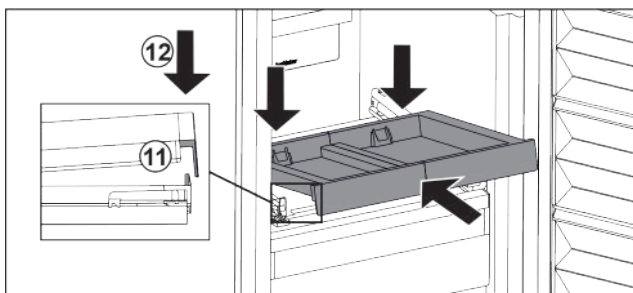

Fig. 26
- ▶ Вставьте, наклоняя вниз. Обратите внимание на то, чтобы на обеих сторонах упор был за накладкой. Fig. 26 (11)
- ▶ Снимите выдвижную панель спереди. Fig. 26 (12)